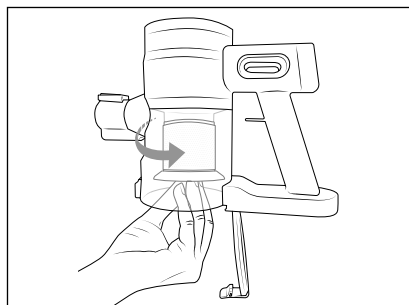

Fig. 15
- 6) Remettez le filtre en acier inoxydable **6** et le filtre EPA **5** dans le bac à poussière **2** et tournez le filtre EPA **5** dans le sens antihoraire jusqu'à ce qu'il repose fermement dans le bac à poussière **2** (voir fig. 15).